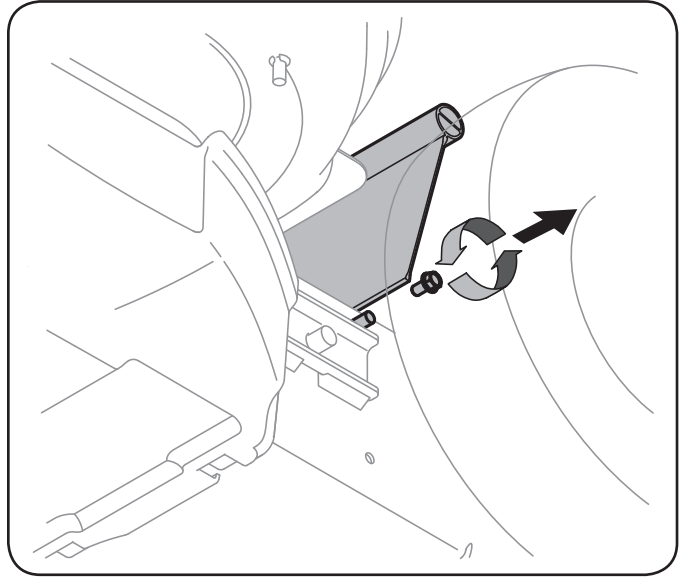

Figure 7-7
1. Retirez le boulon qui fixe la languette de protection au côté droit de la tondeuse. Voir Figure 7-7.